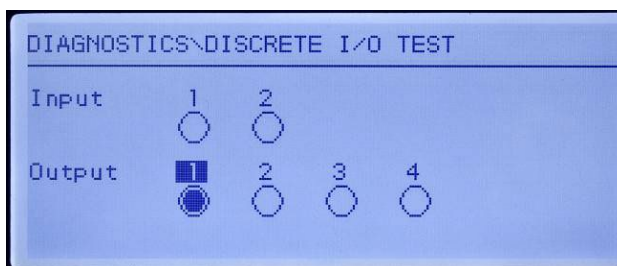

Figura 5-8: Schermata del test I/O discreto, con uscita 1 attiva
- L'evidenziazione per il controllo di un'uscita specifica è indicata da un'immagine inversa del numero sopra l'uscita. Quando è evidenziata un'uscita, premere il tasto SU per attivare l'uscita. Viene visualizzato un cerchietto pieno per indicare che l'uscita è attiva. Come mostrato in Figura 5-8.